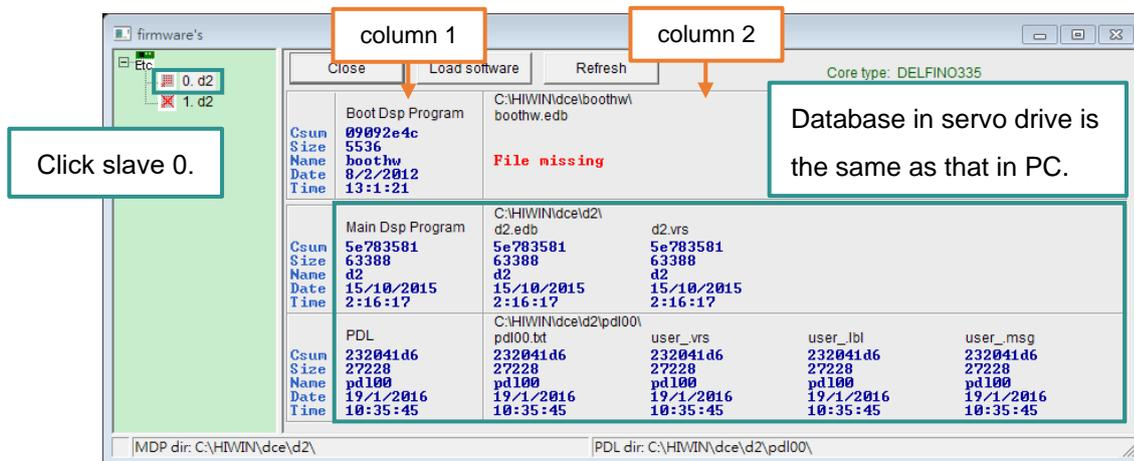

図 1.2.1 チェックサムの一致
- Step 4. ファームウェア ウィンドウの左側にあるスレーブ ツリーで、すべてのドライバーをクリックします。図 1.2.1 に示すように、2 列 3 行の表が表示されます。1 列目はドライバーのファームウェアに関するもので、2 列目は PC の作業ディレクトリ内のファイルに関するものです。各 Csum サブ行のチェックサムは同じである必要があります。(1 番目の Csum サブ行である Boot Dsp Program は適用されません。)
- Step 5. 青いテキストはチェックサムが一致していることを示します (図 1.2.1 を参照)。一方、赤いテキストはチェックサムが一致していないことを示します (図 1.2.2 を参照)。チェックサムが一致しない場合は、セクション 1.3 を参照してデータベースを更新してください。